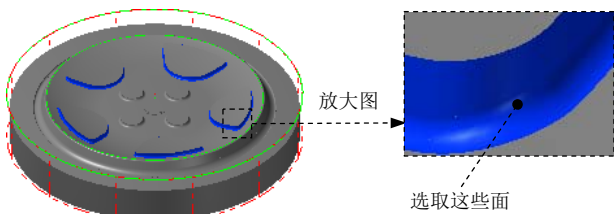

图 15.38 选取加工面
(1) 选取加工面。在图形区中选取图 15.38 所示的所有面（共 60 个面），然后按 Enter 键，系统弹出“刀具路径的曲面选取”对话框。